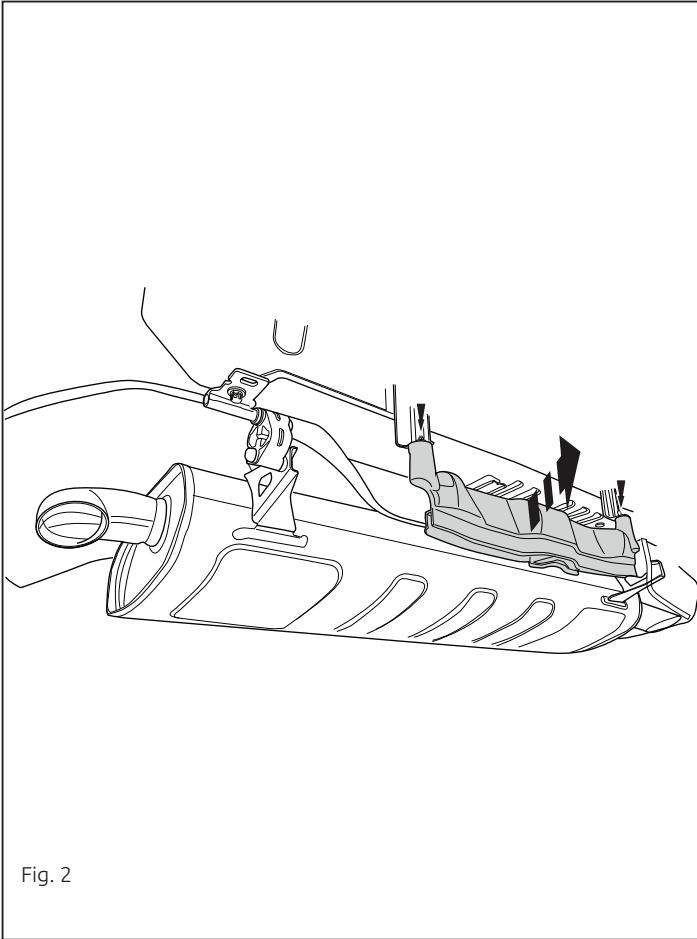

Fig. 2
3. **Для автомобилей 10/2019->:** Снять указанные детали. См. рисунок 2.